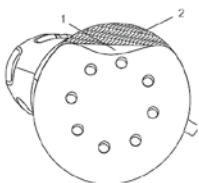

Fig. 2
- Appuyez fermement sur le disque de ponçage sur le tampon autoagrippant. Pour retirer le disque de ponçage (1), décollez simplement le disque du tampon autoagrippant (2) (Fig. 2).